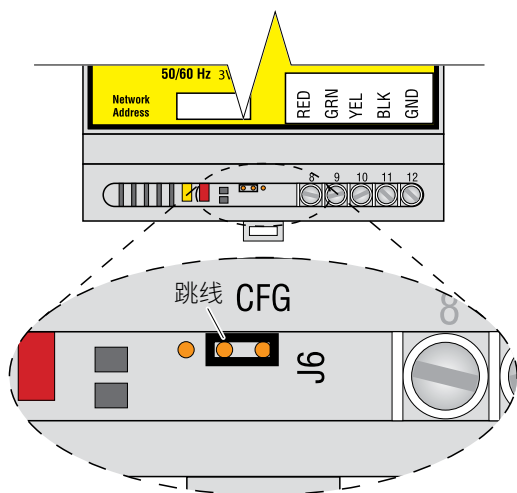

图 7a 配置位置的配置跳线
- 如图 7a 所示，将 TTSIM-1 的配置跳线置于 CFG 的位置。